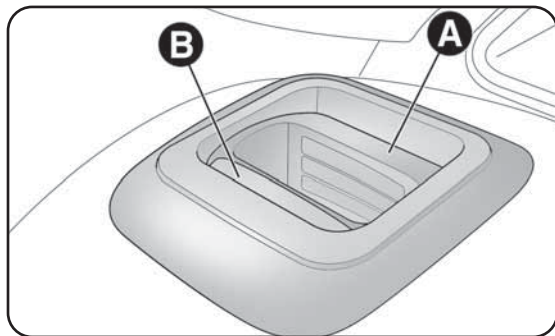

fig. 3
ATTENTION L'accrochage correct du dossier est garanti par la disparition de la "bande rouge" B-fig. 3 présente sur les leviers A de rabattement dossier. La "bande rouge" visible indique en effet que le dossier est mal accroché.
*S'assurer que le dossier est correctement accroché sur les deux côtés (bandes rouges B-fig. 3 non visibles) pour éviter que, en cas de freinage brusque, le dossier puisse se projeter vers l'avant en blessant les passagers.*